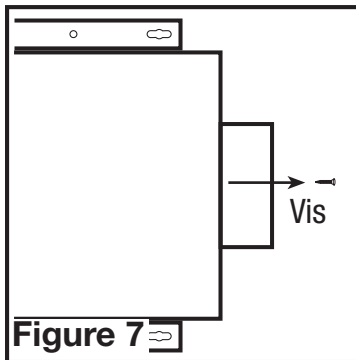

Figure 7
- Déterminez le PCM requis. L'unité peut être réglée sur 50 PCM ou 80 PCM. Retirez la vis qui retient le couvercle du panneau d'accès et ouvrez le couvercle pour y accéder. Localisez le panneau de contrôle de vitesse à l'intérieur de l'unité (**Figure 7**).